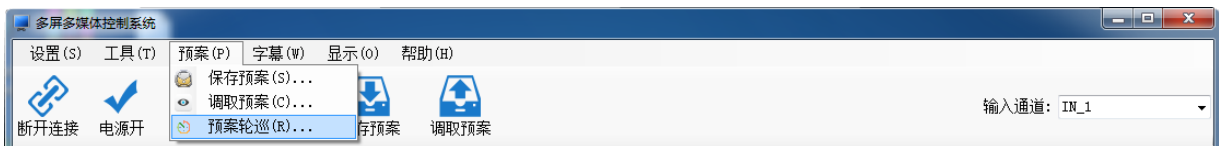
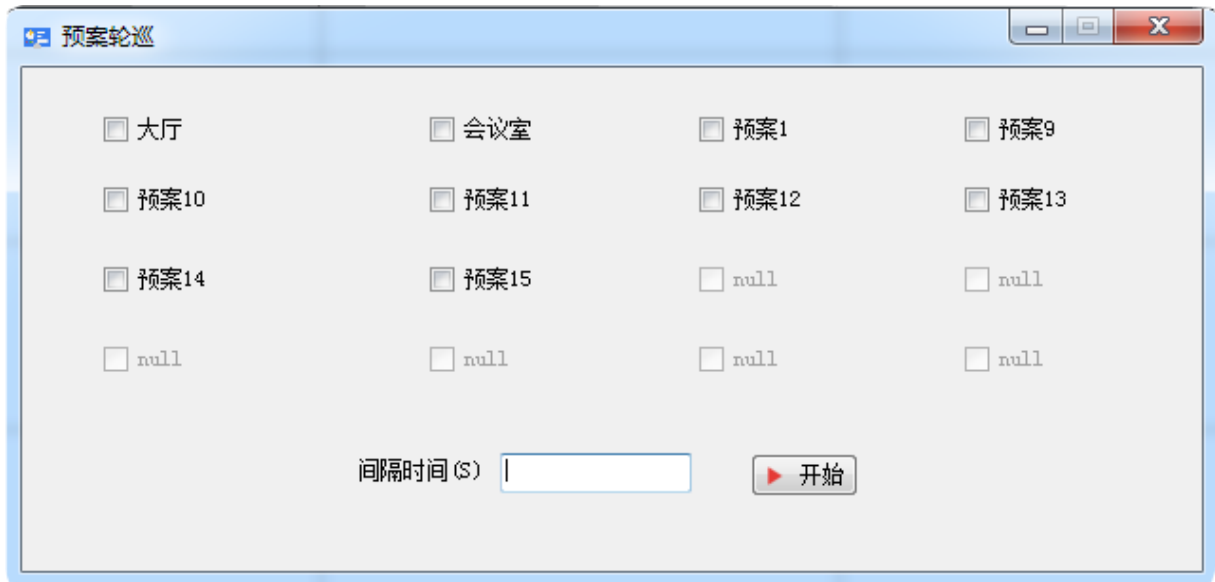
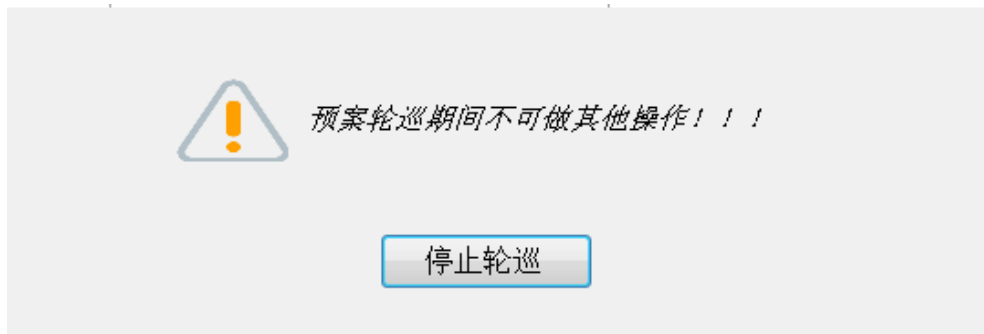

图 2.9.7 进入预案轮巡界面
图 2.9.8 预案轮巡界面
图 2.9.9 预案轮巡中界面
3) 预案轮巡: 进入“预案轮巡”界面如图 2.9.7 所示。点击软件主界面菜单栏“预案”, 在出现的下拉菜单中点击“预案轮巡”, 弹出“预案轮巡”窗口, 如图 2.9.8 所示。“预案轮巡”时的界面如图 2.9.9 所示。